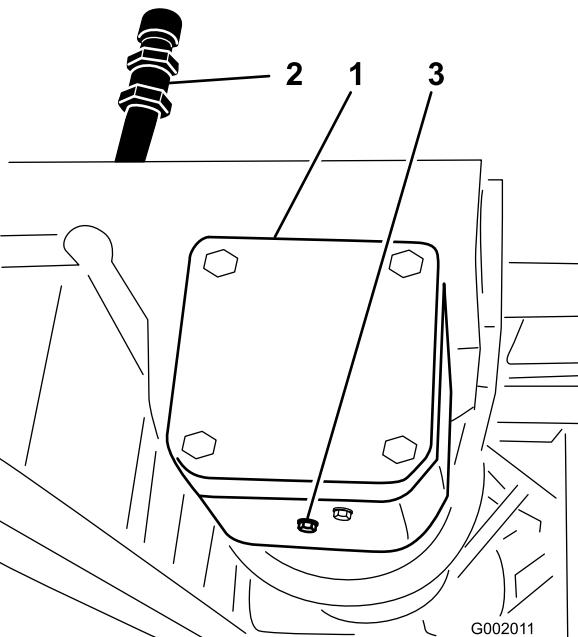

Figura 66
2. Coloque um recipiente de escoamento debaixo do bujão de drenagem da caixa de velocidades da accionamento da bomba (Figura 66).
3. Retire o bujão de enchimento e escoamento (Figura 66), para permitir a drenagem do óleo para o recipiente.